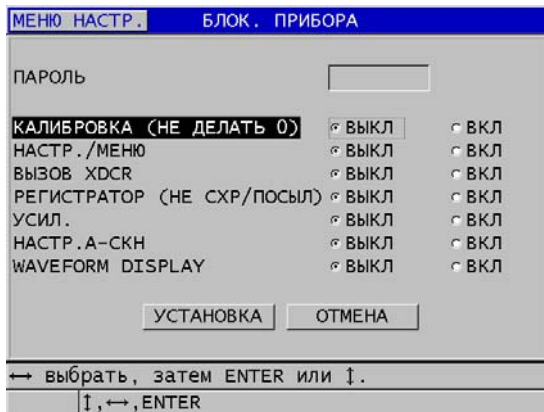

Рис. 8-9 Окно БЛОКИРОВКА ПРИБОРА
3. В окне **БЛОК. ПРИБОРА** (см. Рис. 8-9 на стр. 128):